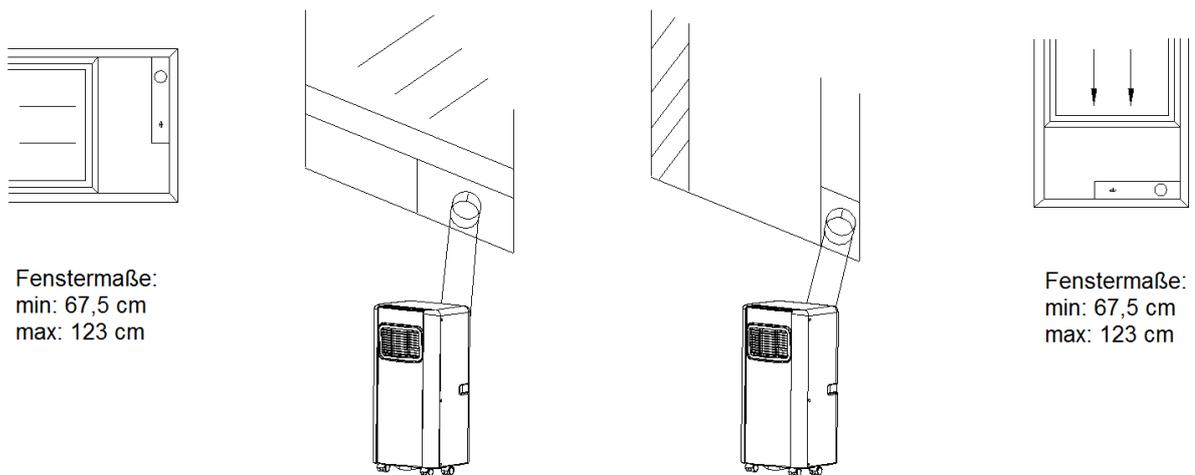

Abb. 1
- Prüfen Sie die minimalen und maximalen Maße des Fensters vor dem Einbau (Abb. 1).